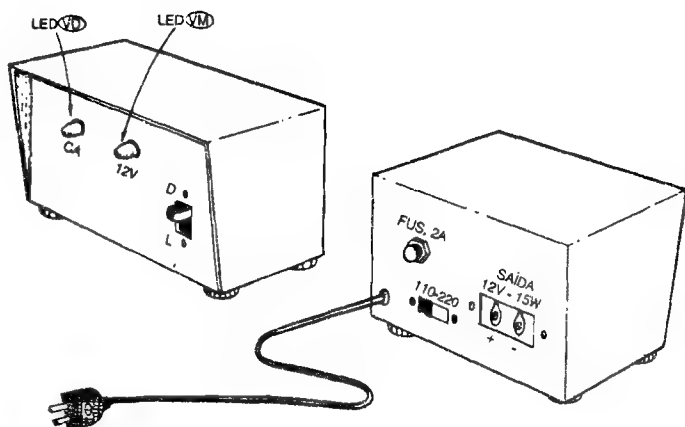

Fig.5
**- FIG. 5 - CAIXA E ACABAMENTO...** - Existem duas opções básicas para o “encaixamento” do circuito do ILPES: ou com a bateria anexa ficando fora da caixa, ou com a tal bateria dentro do **container**... Obviamente que, dependendo da escolha feita para a acomodação da bateria, as dimensões da caixa deverão “acompanhar” os requisitos dimensionais... Em qualquer caso, para que o resultado fique profissional, recomendamos o uso de um **container** robusto, de preferência metálico (ou então com “paredes” de plástico grosso e forte...). A figura sugere o posicionamento da chave “liga-desliga” e LEDs indicadores (no painel frontal), e da chave de Tensão, suporte do fusível e conectores de Saída (estes no painel traseiro). Na base da caixa, é bom fixar-se quatro pés de borracha... No furo de passagem do cabo de força, um ilhós também de borracha, complementa o acabamento profissional... Também é bom demarcar com caracteres transferíveis ou decalcáveis, os controles, chaves, acessos e indicadores, para que tudo, visualmente falando, fique “nos conformes”...